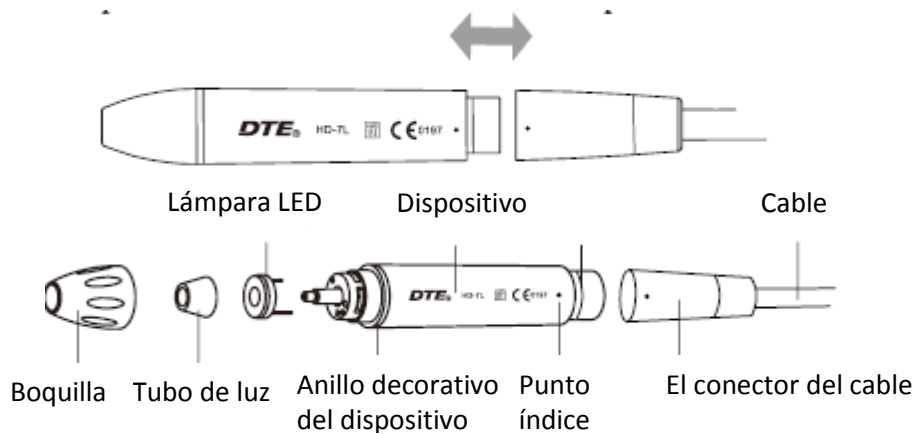

Imagen 4
2.2 Instrucción de los componentes principales del dispositivo removible (mostrado en la imagen 4)